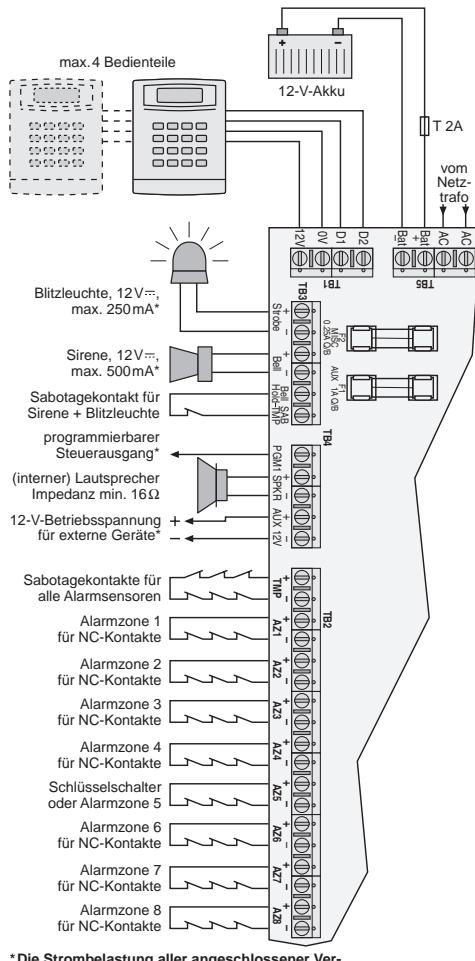

Abb. 4 Übersicht der Anschlüsse
In der folgenden Abb. 4 sind zur Übersicht alle möglichen Anschlüsse dargestellt. Detaillierte Informationen finden Sie in den Kapiteln 4.5.1 bis 4.5.12.
1. Die in Abb. 4 dargestellten Alarmkontakte sind alle, wie bei der Mehrzahl der handelsüblichen Komponenten, als Öffner ausgeführt (auch NC-Kontakt genannt, engl. Normally Closed = im Normalfall geschlossen). Grundsätzlich können auch Schließer (NO-Kontakte, engl. Normally Open =